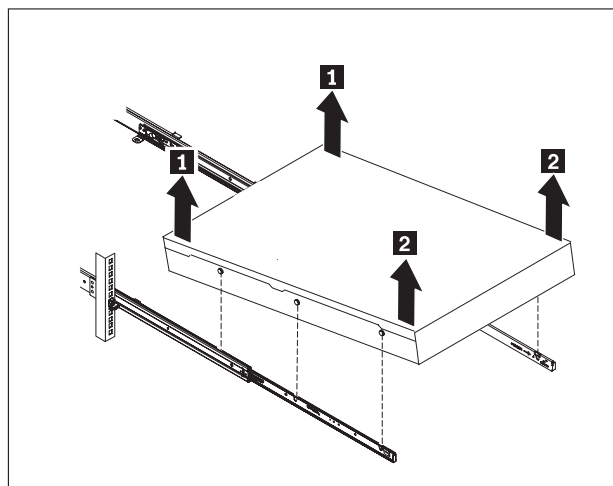

Figura 21. Erguendo o dispositivo para fora dos trilhos deslizantes
2. Erga o dispositivo dos trilhos deslizantes, conforme mostrado na Figura 21 na página 55.